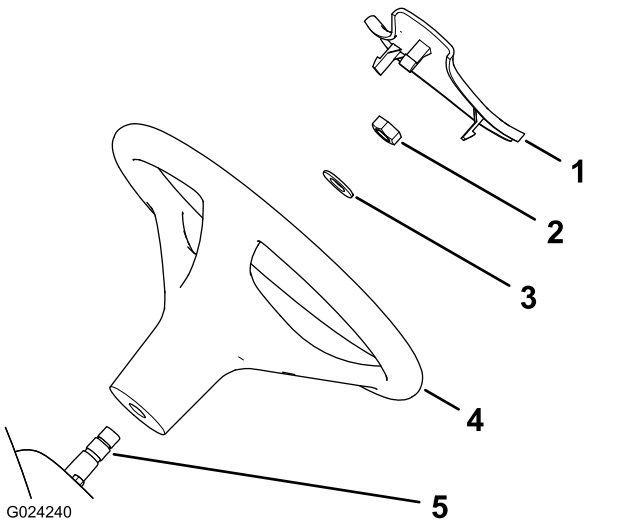

Bild 3
1. Nehmen Sie die Abdeckung (falls vorhanden) von der Nabe des Lenkrads ab (Bild 3).
2. Nehmen Sie die Mutter von der Lenkwelle ab (Bild 3).
3. Schieben Sie das Lenkrad und die Scheibe auf die Lenkwelle (Bild 3).
5. Befestigen Sie die Abdeckung am Lenkrad (Bild 3).